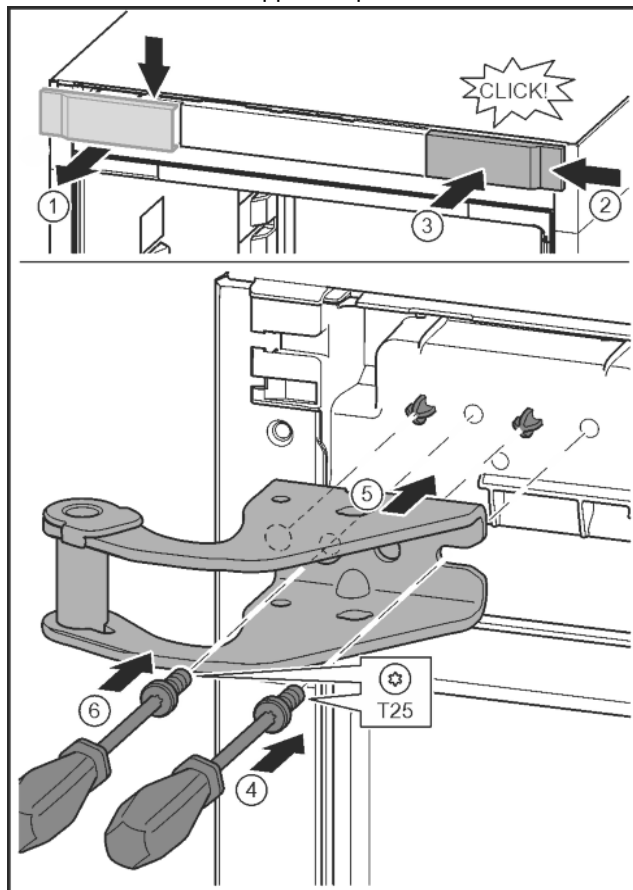

Fig. 10
- ▶ Libérer le cache et le retirer latéralement. Fig. 10 (1)
- ▶ Accrocher le cache tourné de 180° de l'autre côté à droite. Fig. 10 (2)
- ▶ Encliqueter le cache. Fig. 10 (3)
- ▶ Mettre en place la vis avec un tournevis T25. Fig. 10 (4)
- ▶ Mettre en place le support de palier supérieur. Fig. 10 (5)
- ▶ Serrer la vis. Fig. 10 (4)
- ▶ Mettre en place la vis avec un tournevis T25 et la serrer. Fig. 10 (6)